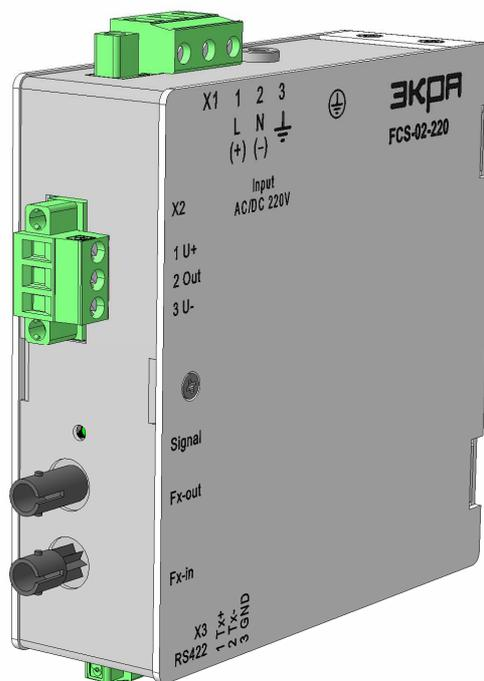

Рисунок 1. Общий вид FCS-02-220.
1.4 Конвертер устанавливается на заземленной конструкции шкафа на DIN рейку задней или боковой стенки или других конструкций в вертикальном положении относительно плоскости с гравировкой названия изделия (разъемом X1 вверх) см. рисунок 1. Для удобства подключения оптических патч-кордов допускается небольшой наклон изделия ($10\div 15^\circ$ град) в любую сторону. Место установки конвертера по отношению к терминалу не критично и определяется на усмотрение проектировщика.